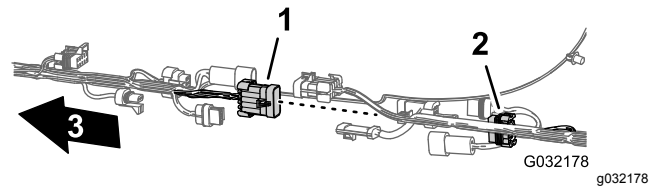

Рисунок 20
2. Разомкните 6 пар разъемов между передним и задним жгутами проводов, как показано на рис. Рисунок 15–Рисунок 20.